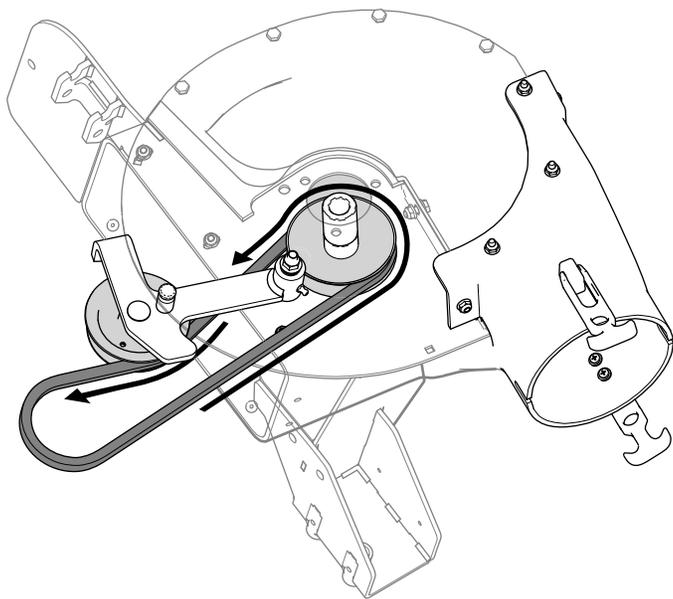

Figura 38
2. Coloque la correa del soplador alrededor de la polea del soplador (Figura 38).